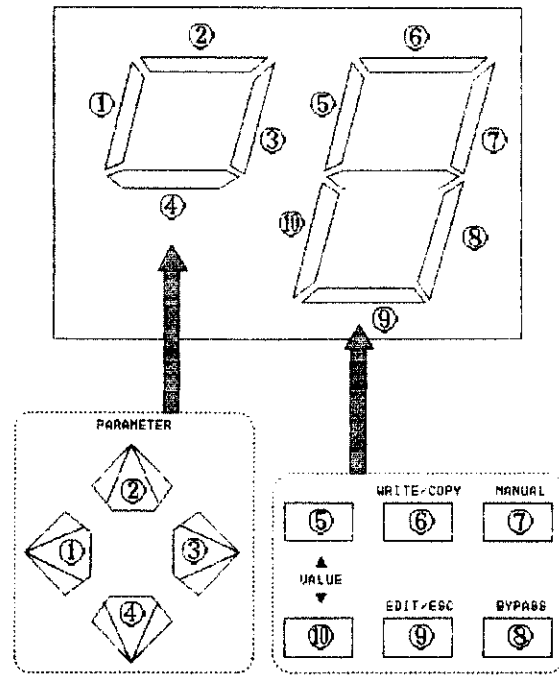

Fig. 3/図3
- 2-1 Press the panel keys one by one in the order shown in Fig. 3. Verify that the display [VALUE BANK] indicates the key being pressed.
2-1 図3に示される順で、ボタンを押すと、そのボタンに対応して、[VALUE/BANK]のLEDの各部分が点灯する事を確認して下さい。
- C-2 出力波形が、280±10mVp-p であることを確認して下さい。(波形図3を参照して下さい。)
Waveform 3/波形図 3